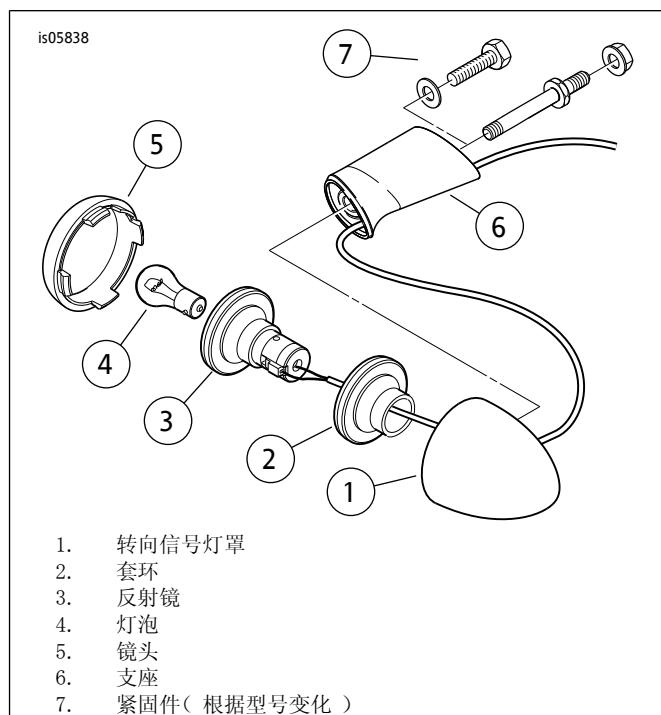

图4。后转向信号(典型)
6. 参见图4。从其中一个后转向信号灯罩(1)拆下镜头(5)。
- 继续将转向信号线拉过孔（7），同时引导转向信号反光片（图4，项目3）和套环（2）进入转向信号灯罩。